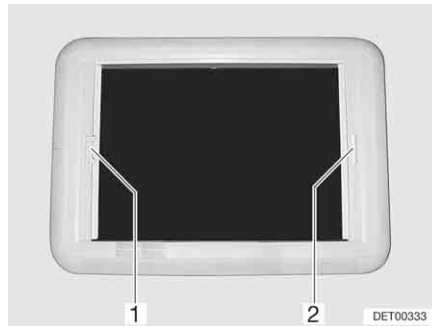

Bild 67 Heki-taklucka, rullgardinslås
- Mörkläggningsrullgardinen dras med handtaget (Bild 67,2) till insektsnätets (Bild 67,1) handtag på den motsatta sidan, där det hakas i.
- Tag med den andra handen tag i insektsnätets handtag och tryck låslisten (Bild 67,1) mot handtaget. Spärren lossas.
- Drag, med handtaget (Bild 67,1), insektsnätet till mörkläggningsrullgardinens handtag (Bild 67,2) på den motsatta sidan, där det hakas i.
- Håll fast insektsnätets (Bild 67,1) handtag och tryck låslisten mot handtaget. Spärren lossas.